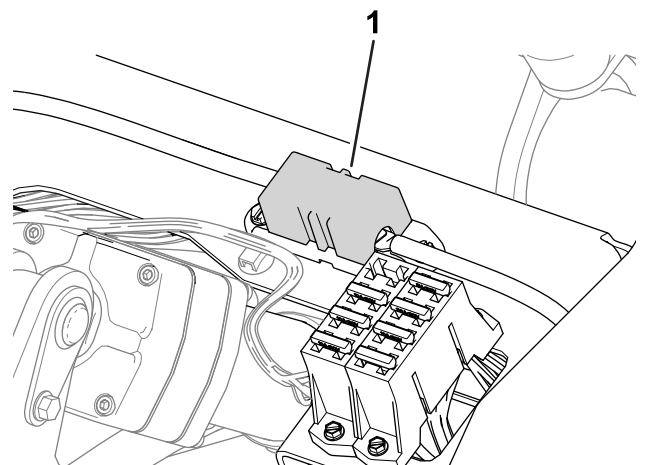

Figura 43
- Los fusibles del motor de la rueda derecha (60 A) están situados debajo del asiento (Figura 43).